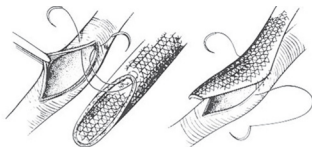

Fig. 9
2. O material de sutura preferível é o polipropileno monofilamentar. Durante a sutura revirar os bordos da prótese e garantir que a completa espessura da parede da malha sejam incluídas em cada ponto. Fig. 9.